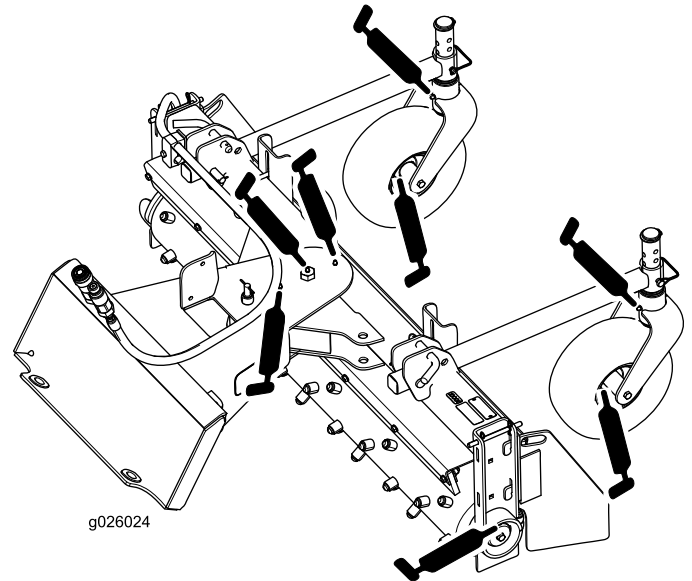
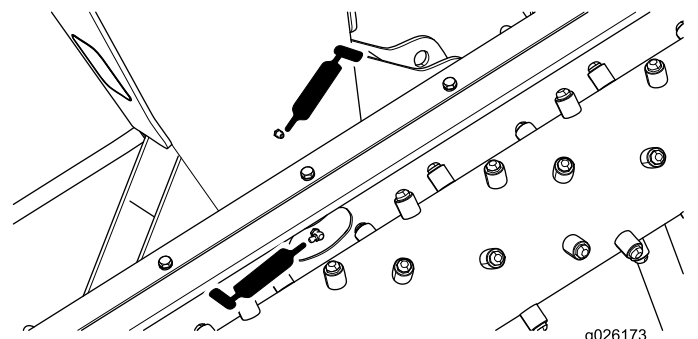

Bild 11
Bild 12
4. Tragen Sie die benötigte Fettmenge auf die Schmiernippel auf (Bild 11 und Bild 12).